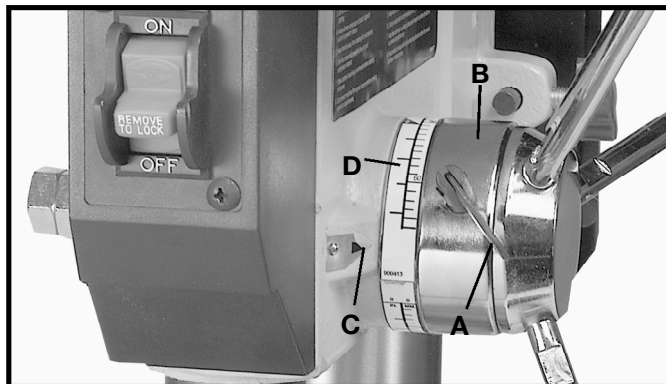

Fig. 27
3. Baje el huso hasta la fig. 27 del indicador (C), se alinea con la marca en la escala (D) que usted desea la profundidad para ser. Entonces apriete el tornillo de la cerradura (A). Vuelva el huso a la posición ascendente.
5. Perfore un agujero de la prueba para comprobar el ajuste y para reajustarlo en caso de necesidad. Todos los agujeros entonces serán perforados a la profundidad exacta según lo indicado en fig. 27 de la escala (D). **NOTA:** La escala (D) está calibrada en pulgadas y los milímetros.